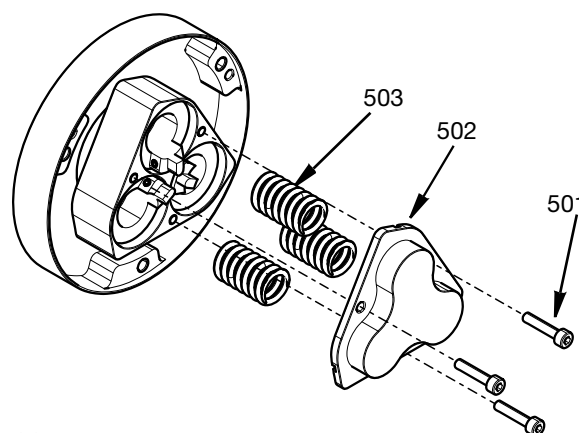

FIG. 32
13. Inserir as molas (503) nos pistões, colocar a tampa do cilindro (502) sobre as molas e fixar à caixa do cilindro com três parafusos M4 (501). Apertar para 29,2 pol-lbs (3,3 N•m) Consulte a FIG. 32.